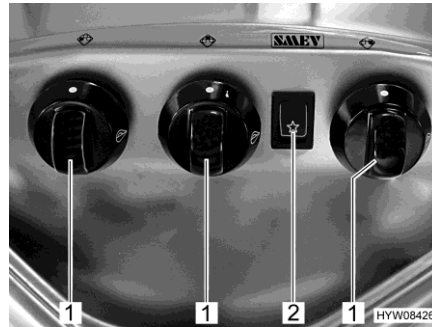

Fig. 136 Elementos de mando (cocina de gas)
- Girar el regulador giratorio (Fig. 136,1) correspondiente al quemador deseado a la posición de encendido (llama alta).
- Pulsar el interruptor basculante (Fig. 136,2). En el quemador se producen chispas de encendido.